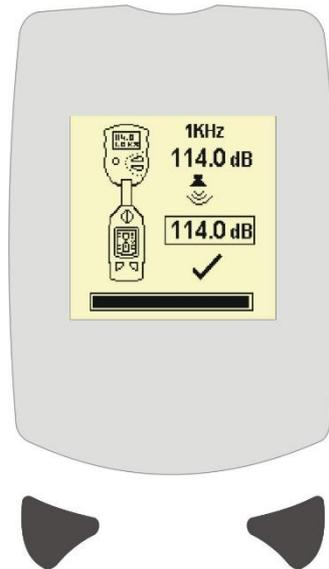

Figura 6 Pantalla de Calibración completa
5. Pulsar la tecla izquierda (A) ✓ para realizar una calibración, o pulsar la tecla derecha (B) X para Salir. Cuando se haya completado la calibración, se visualizará la pantalla de Calibración Completa (consultar la Figura 6).